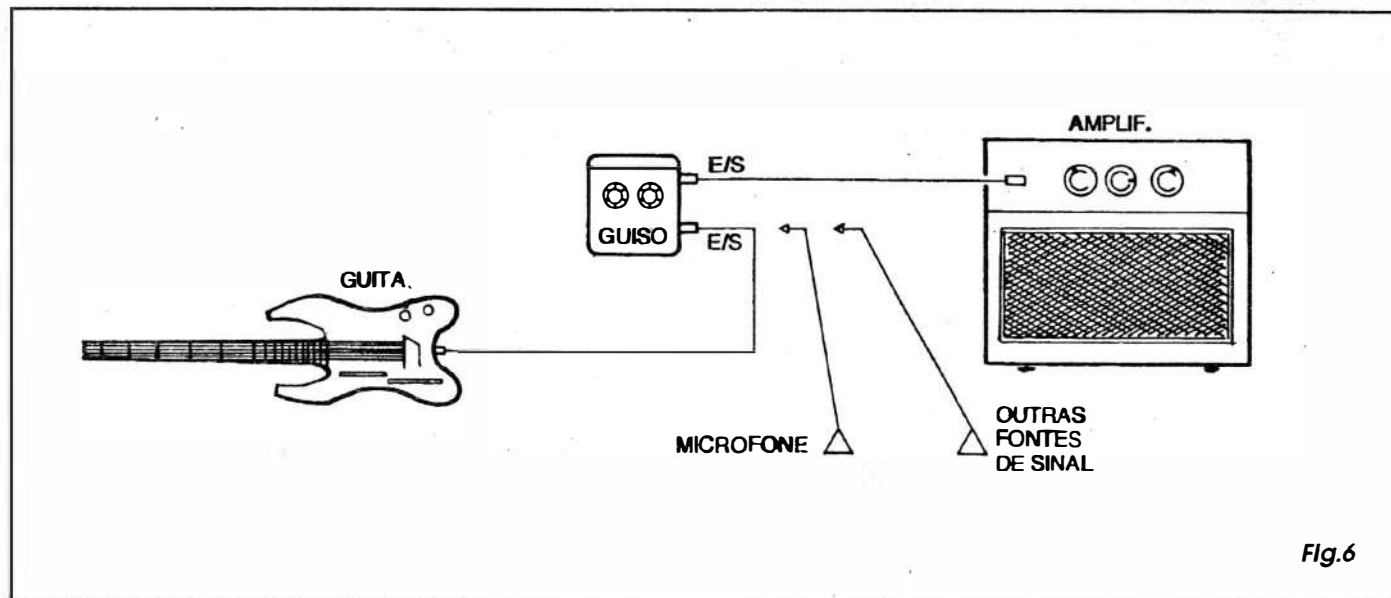

Fig.6
- **FIG. 6 - USANDO O GUISO...** - O tema já foi direta e indiretamente abordado várias vezes, mas vamos detalhá-lo: o **GUISO** deve ser simplesmente intercalado entre o instrumento e o amplificador, usando-se cabagem blindada dotada dos convenientes jaques grandes (tipo "de guitarra" ...), nos conformes do diagrama... Daí pra frente, tudo se resume no gosto pessoal do músico, que deve ajustar os controles de volume e tonalidade da guitarra, do amplificador e os dois potenciômetros do **GUISO** de forma a - experimentalmente - chegar ao desejado som e efeito... Se o uso básico for mesmo com uma guitarra elétrica comum, estando o **GUISO** desligado (o potenciômetro de PROFUN-